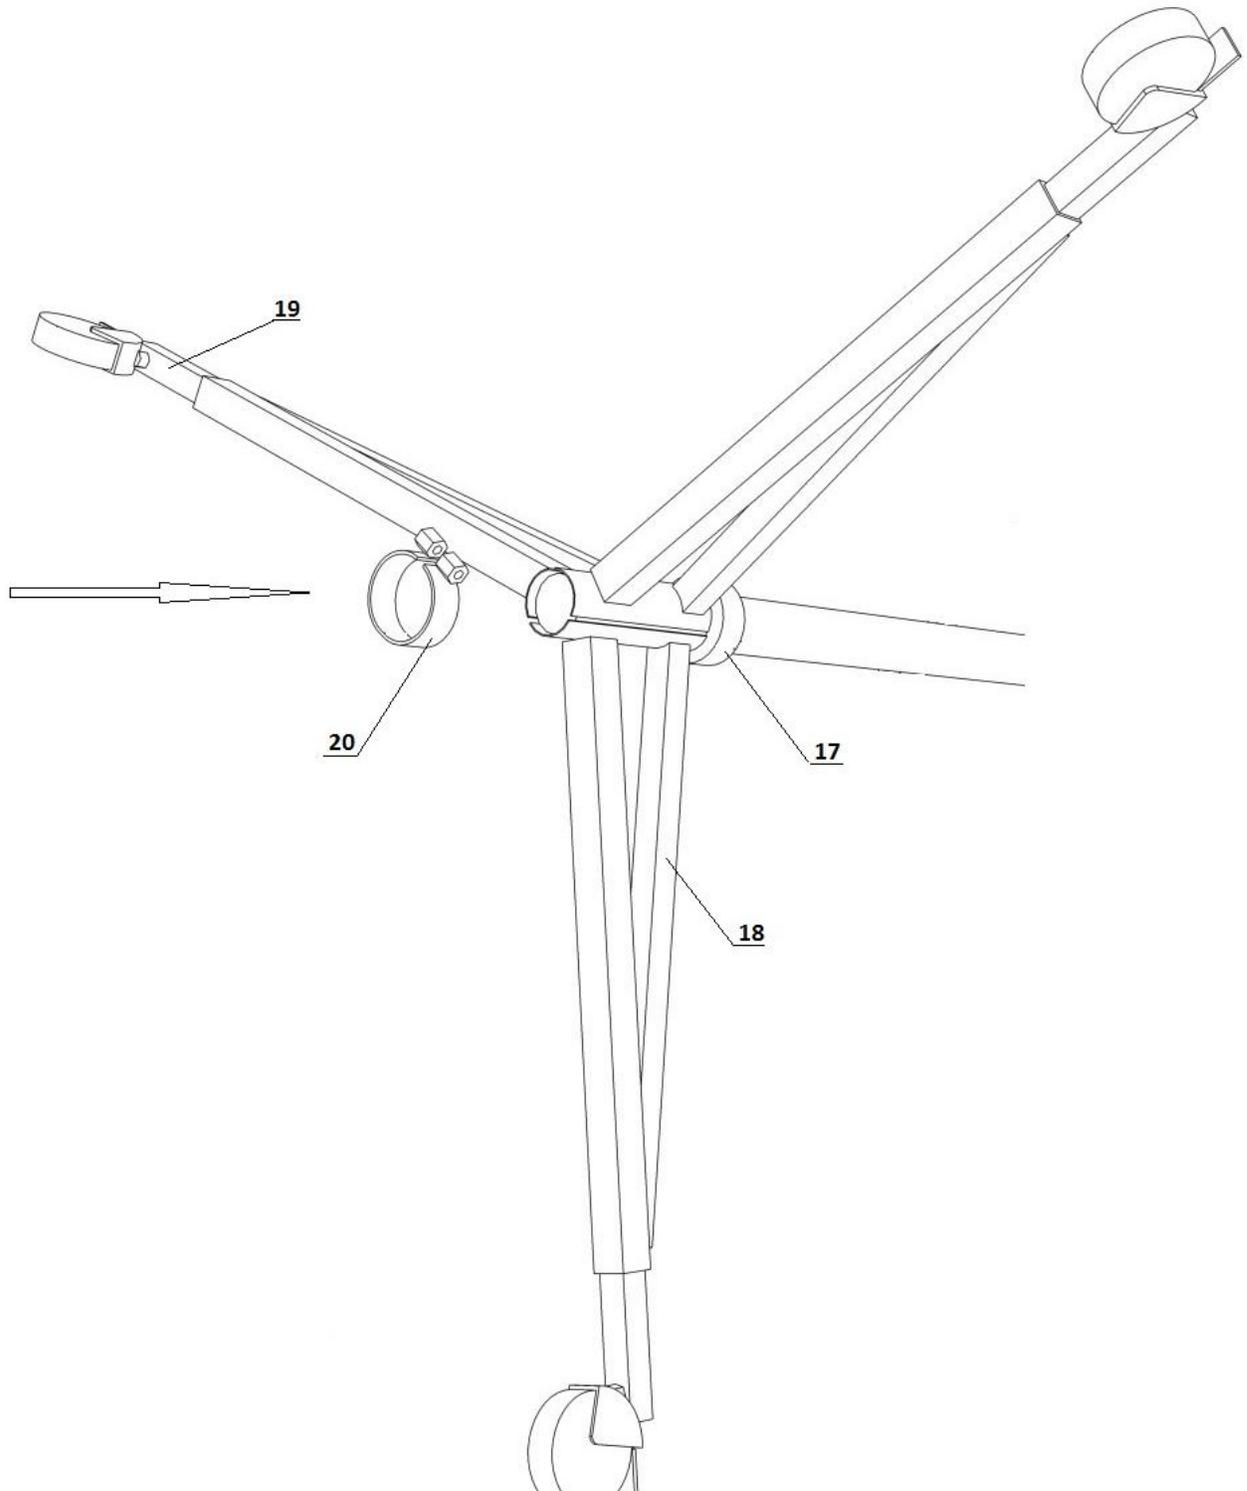

Рис.2
5.2. Вставьте в упорное кольцо (17) лап верхние края крепления лап (см. рис.2).